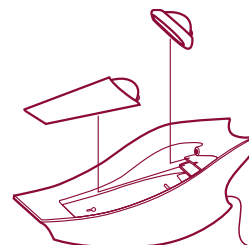

Fig. 14
- Quando non le usate, posizionatele nel vano all'interno della base caricabatterie. (fig. 14)